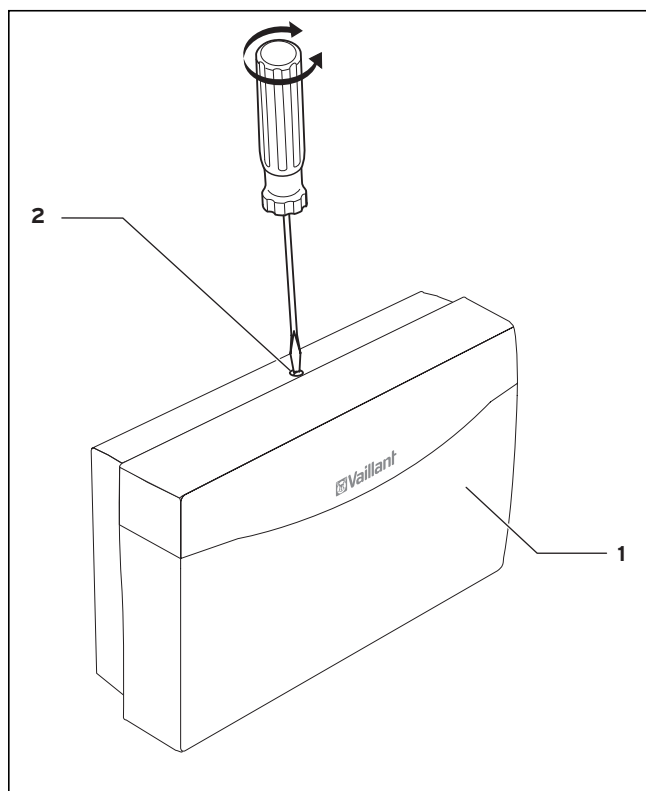

Рис. 5.1 Открывание корпуса
- ⇒ Привинтите крышку корпуса согласно рис. 5.1.